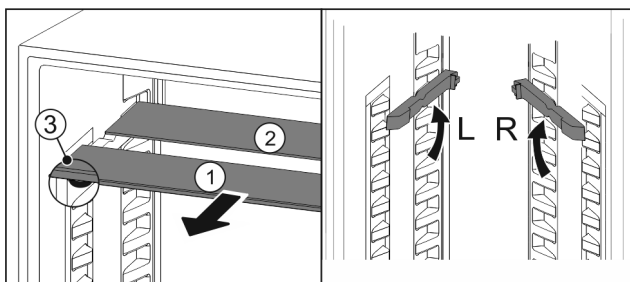

Fig. 50
- ▶ Vytiahnite sklené dosky jednotlivo dopredu Fig. 50 (1).
- ▷ Sklená doska Fig. 50 (1) s ozdobnou lištou leží vpredu.
- ▷ Zarážky Fig. 50 (3) ukazujú nadol.